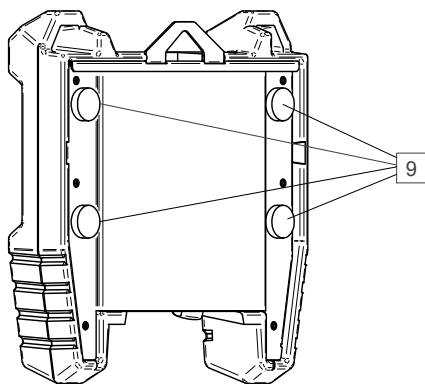

Bild 4
- Gummifötter med magnet [9], som används för att fästa enheten på metall, t.ex. till svetsaggregatets frontpanel (Bild 4 och 5).